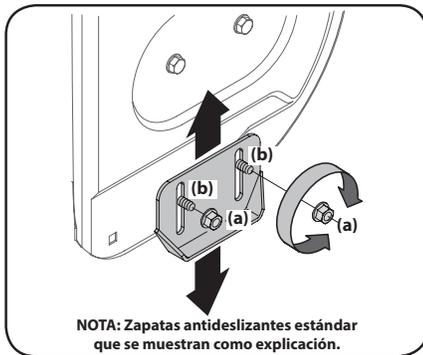

Figura 2-47
1. Afloje las cuatro tuercas hexagonales (a) (dos en cada lado) y los pernos del carro (b). Mueva las zapatillas antideslizantes a la posición deseada. Consulte Figura 2-47.
NOTA: Las zapatillas antideslizantes de su unidad pueden verse ligeramente diferentes (y tener hardware diferente) que los que se muestran en la Figura 2-47.